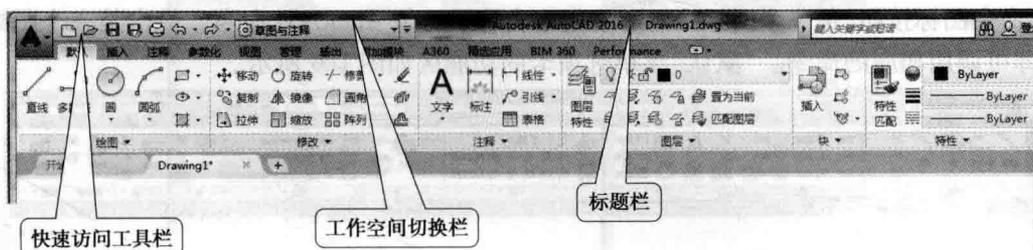

图 1.2 界面切换栏、快速访问工具栏和标题栏
(2) 快速访问工具栏、工作空间切换栏和标题栏(图 1.2)